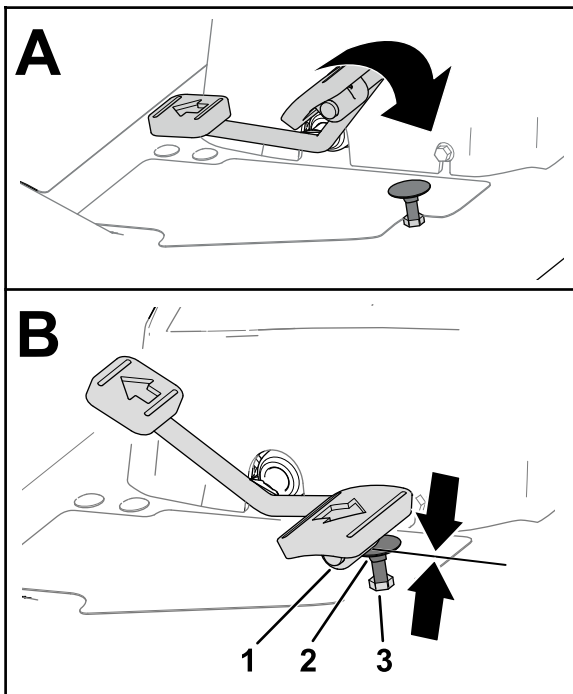
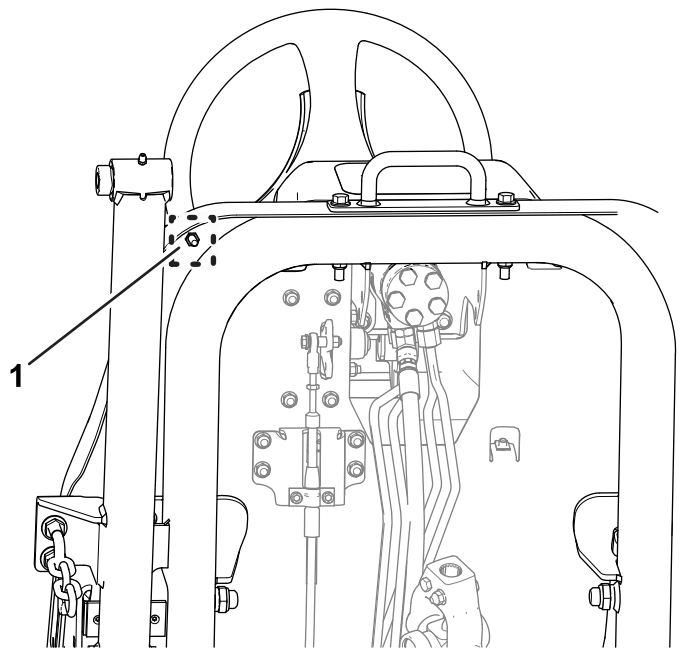

Figura 79
Figura 80
1. Pise el pedal de tracción a fondo (hacia adelante) (Figura 79).
- A. Sujete el tope del pedal de tracción (Figura 79) con una llave inglesa.
- B. Afloje la contratuerca situada por debajo de la placa del reposapiés (Figura 80).
- C. Mueva el pedal de tracción en la posición de velocidad máxima hacia adelante (Figura 79).
- D. Mientras sujeta el tope del pedal de tracción, ajuste la contratuerca situada encima de la placa del reposapiés (Figura 79) hasta que el pedal de tracción entre en contacto con el tope.
- F. Mientras sujeta el tope del pedal de tracción, apriete la contratuerca situada debajo de la placa del reposapiés (Figura 79 y Figura 80) a entre 37 y 45 N·m.